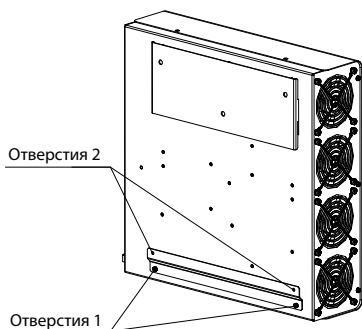

Рисунок 28
1. Выкрутить винты из отверстий 1 (**рисунок 28**).